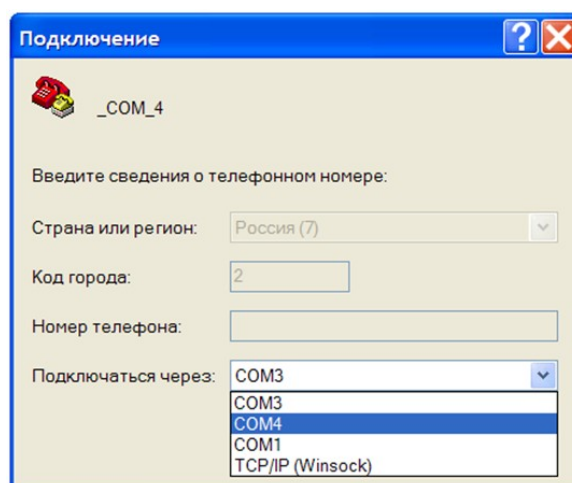

Рисунок 40 - Выбор порта
4) В открывшемся окне следует выбрать нужный последовательный порт, к которому подсоединен блок БКД-МЕ (рисунок 40) и нажать кнопку «ОК».